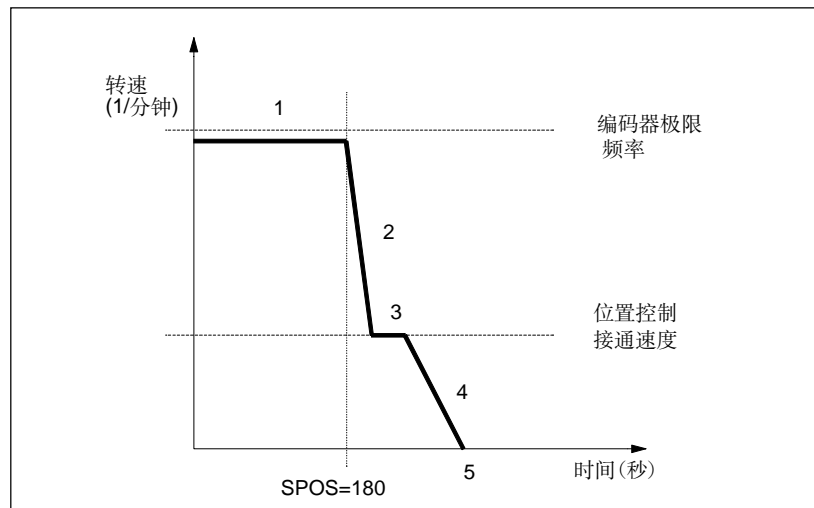

图 9-3 旋转状态下定位，编程的主轴转速(和主轴实际转速)没有超出主轴编码器极限频率(正常情况)。位置控制方式已关闭。
- 第二种情况：主轴在速度调节方式，没有超出编码器极限频率(图 9-3)